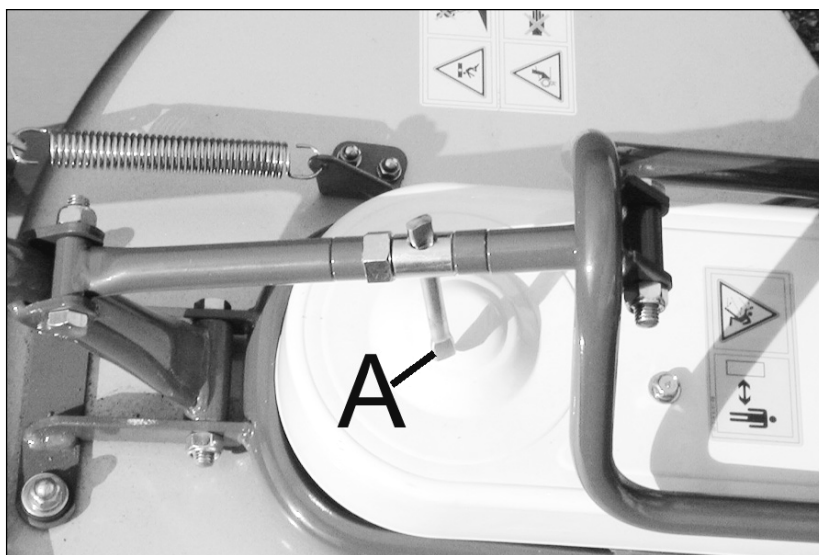

Figure 7
Le réglage de la hauteur de coupe s'effectue en tournant la barre située à l'avant de la machine (Figure 7). Tournez la barre dans le sens des aiguilles d'une montre pour augmenter la hauteur de coupe ; dans le sens inverse des aiguilles d'une montre pour diminuer la hauteur de coupe.
- Réglez la hauteur de coupe avec la barre (figure 7) qui se situe à l'avant.